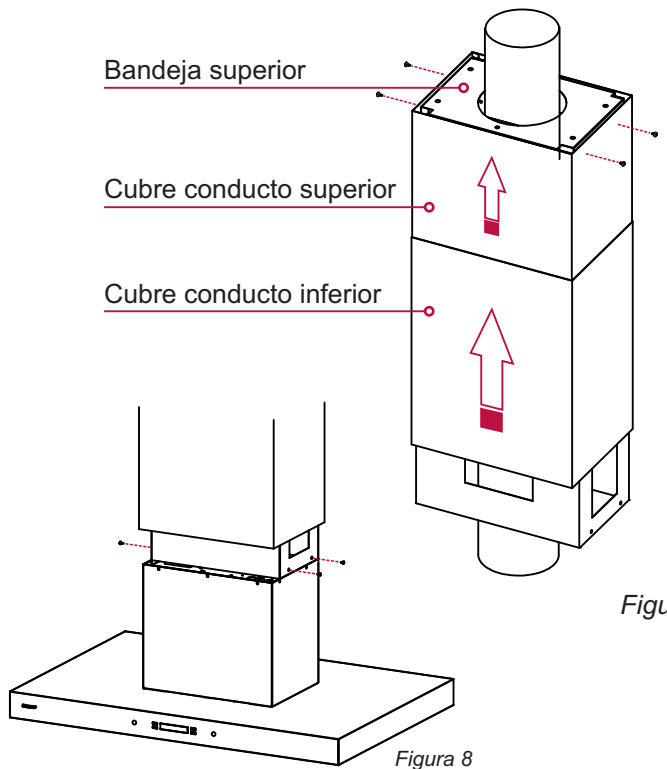

Figura 7
Paso 6: Fijar el cubre conducto superior de acero inoxidable (el más chico de los cubre conductos) a la bandeja superior, haciendo tope con la losa, mediante los 4 tornillos suministrados. Luego subir el cubre conducto inferior (el más grande de los cubre conductos) y mantenerlo por encima del borde inferior de la estructura hasta terminar con la instalación de la Campana. Retirar el vinilo de los mismos una vez finalizada por completa la instalación de la Campana. (ver figura 7)